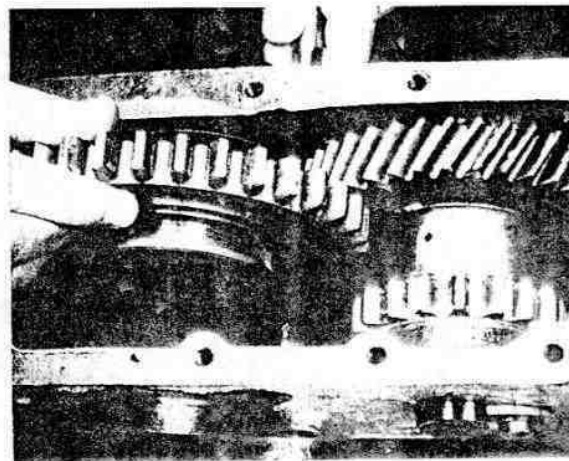

Fig. 164. — Ubicando el engranaje desplazable en su horquilla de cambios.
c) Ubicar en su horquilla el engranaje desplazable (Fig. 164).